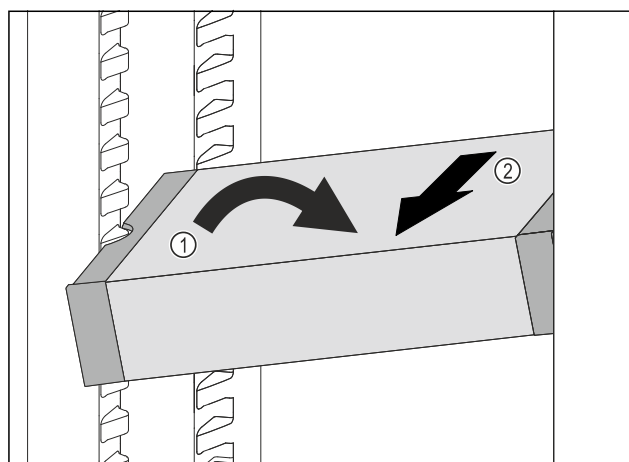

Fig. 139
- ▶ Stil VarioSafe på skrå ind i kølesektionen. Fig. 139 (1)
- ▶ Tag VarioSafe ud fremefter. Fig. 139 (2)